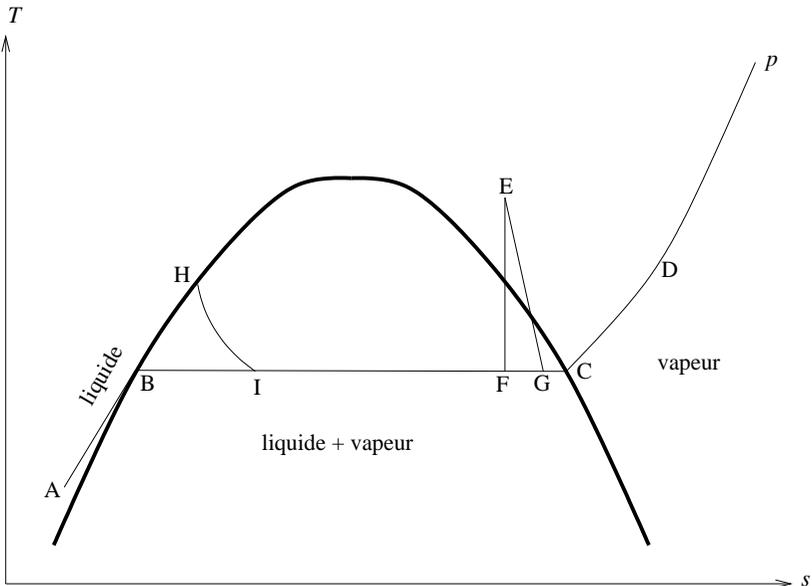

Figure 31 – évolutions de l'eau dans  $(T,s)$
Les pertes de charge et l'énergie cinétique sont négligeables. L'évolution se fait donc à pression constante. Entre  $20$  et  $100\text{ }^\circ\text{C}$  l'eau est liquide. La chaleur massique est en bonne approximation constante. L'évolution est représentée par la courbe AB du diagramme entropique de la figure 31.
1. La détente de vapeur dans une turbine est toujours adiabatique en pratique. Elle est en outre réversible puisque la turbine est supposée parfaite. L'évolution est donc isentropique et représentée par la droite verticale EF de la figure 31. On lit sur le diagramme que
2) Le fluide est de l'eau à 212°C et 20 bars. On voit sur le diagramme que l'eau est initialement à l'état de liquide saturé ( $x_1=0$ ). Lors de la détente une partie de l'eau liquide se vaporise. Ce cas de figure peut correspondre à la rupture accidentelle d'une canalisation. L'évolution est représentée par la courbe HI de la figure 31.